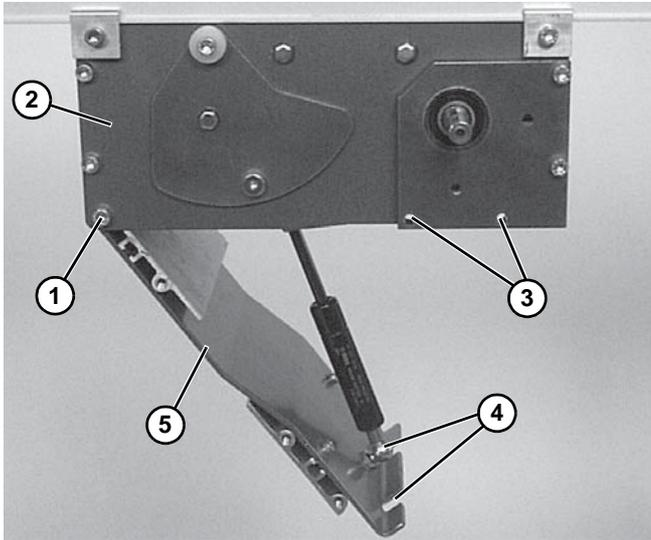

Figure 31
2. Desserrer les vis placées en coin (**Figure 31, élément 1**) de chaque côté du module d'entraînement (**Figure 31, élément 2**).
3. Retirer les vis de la porte du dispositif de tension (**Figure 31, élément 3**) de chaque côté du module d'entraînement.
4. En plaçant les doigts dans les trous (**Figure 31, élément 4**), ouvrir la porte du dispositif de tension (**Figure 31, élément 5**) pour détendre la bande.